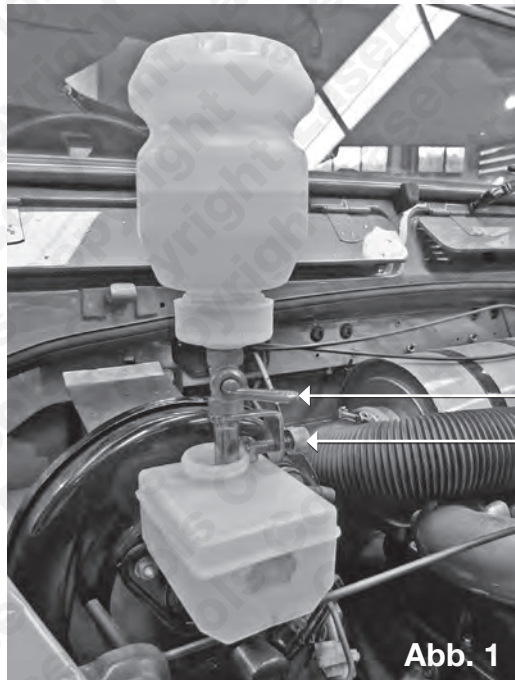

Abb. 1
2. Siehe **Abbildung 1**: Sicherstellen, dass sich das Messing-Absperrventil (1) in horizontaler (geschlossener) Position befindet.
3. Nachfüllflasche umdrehen und dann auf den Vorratsbehälter des Brems- oder Kupplungsgeberzylinders klemmen (2).
2. Entlüftungsschlauch und Adapter (F) mit dem zu entlüftenden Bremsnippel verbinden.
3. Druckluftschlauch an Druckluftzufuhr (C) anschließen.
4. Messing-Absperrventil an der Nachfüllflasche öffnen (**Abbildung 1**).
6. Luftzufuhrgriff (A) herunterdrücken und falls erforderlich mit der Klemme (B) sichern.
9. Nach Abschluss der Arbeiten den Stöpsel des Absaugbehälters (D) herausziehen und die benutzte Bremsflüssigkeit entleeren und den vor Ort geltenden Vorschriften entsprechend entsorgen.